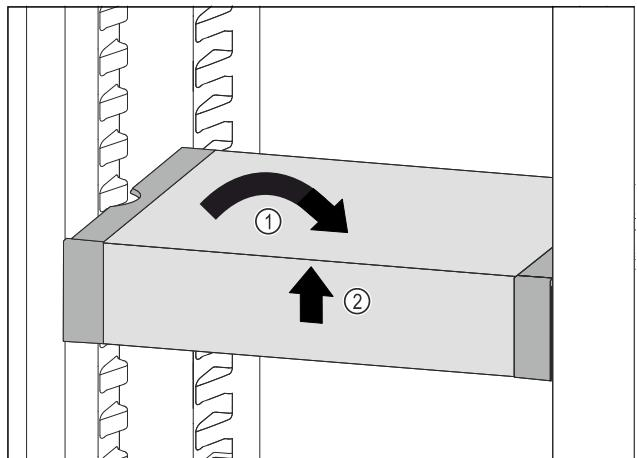

Fig. 100
- VarioSafe postavte rovno. Fig. 100 (1)
- VarioSafe nadvihnite vpred. Fig. 100 (2)